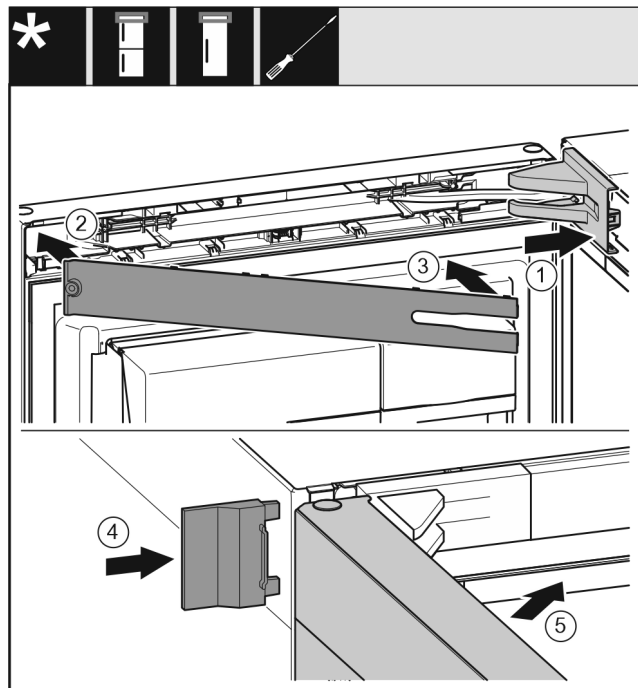

Fig. 31
- ▶ Namestite pokrov ležajnega podstavka Fig. 31 (1) in ga zaskočite, po potrebi ga previdno potisnite narazen.
- ▶ Namestite zaslonko Fig. 31 (2).
- ▶ Zaslonka Fig. 31 (3)
- ▶ Navlecite zunanji pokrov Fig. 31 (4).
- ▶ Zaprite zgornja vrata Fig. 31 (5).